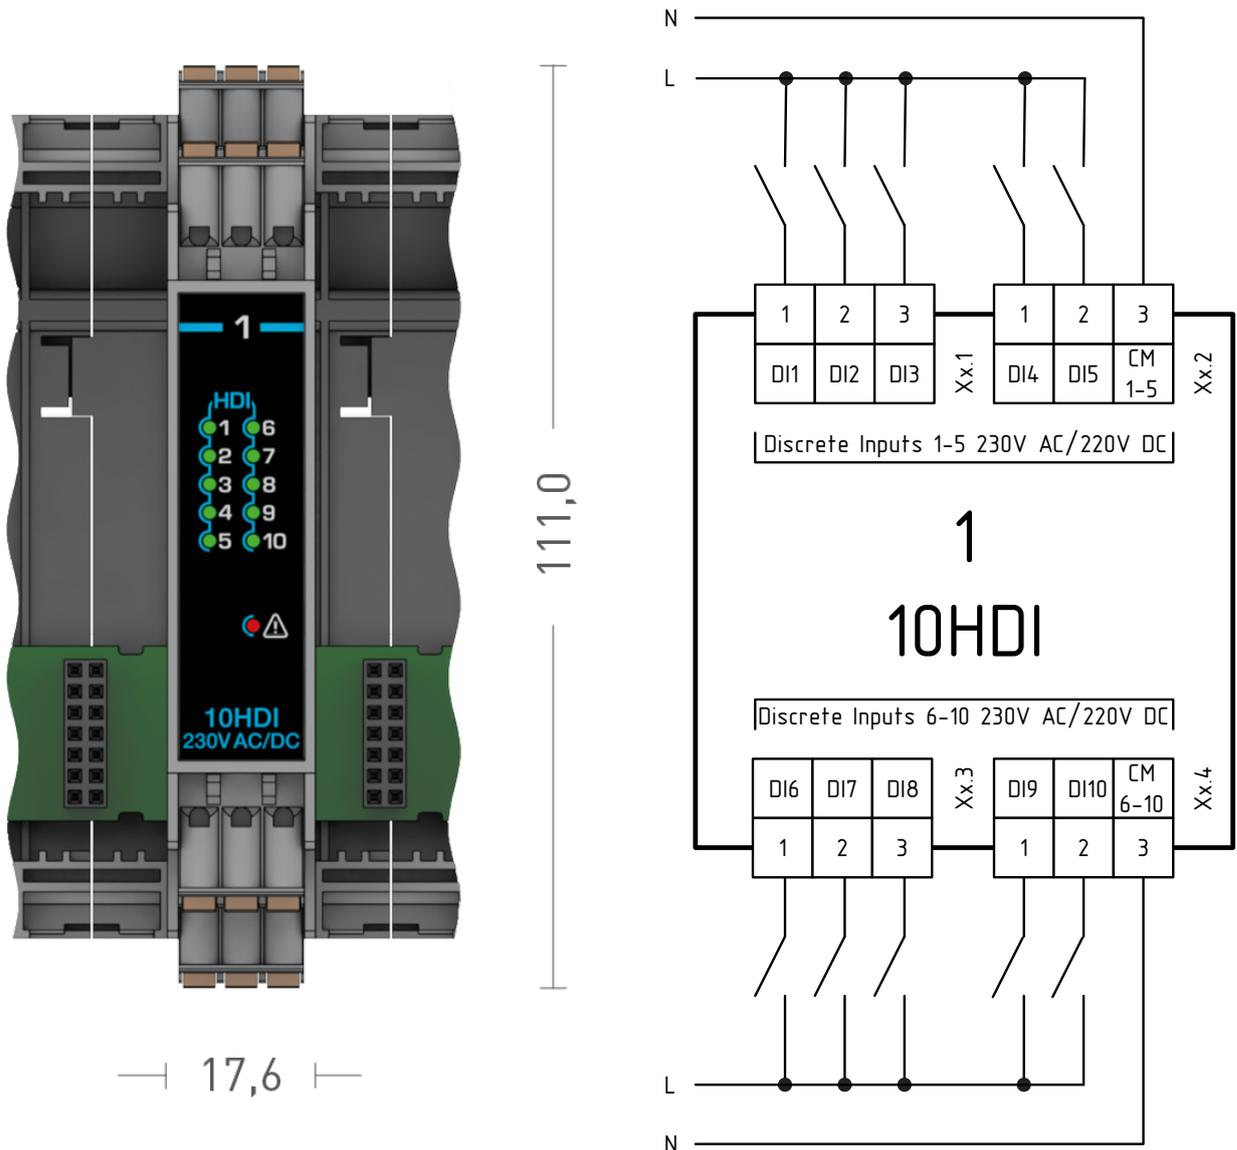

Рисунок 1.7 – Внешний вид и схема подключения модуля расширения MCU-1-10HDI
- Внешний вид и схема подключения приведены на рис. 1.7.